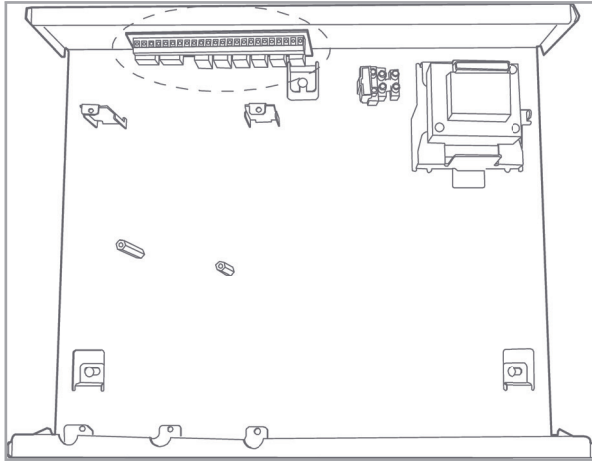

Abbildung 5: Einbauposition
Beim Einbau einer **Secoris 8x Relaiskarte** in eine **Secoris Alarmzentrale** oder das **Gehäuse eines Secoris BUS-Netzteils** empfehlen wir die in Abbildung 5 gezeigte Einbauposition.
5. Setzen Sie die Relaiskarte an der gewählten Stelle in das Gehäuse ein (siehe Abbildung 5).